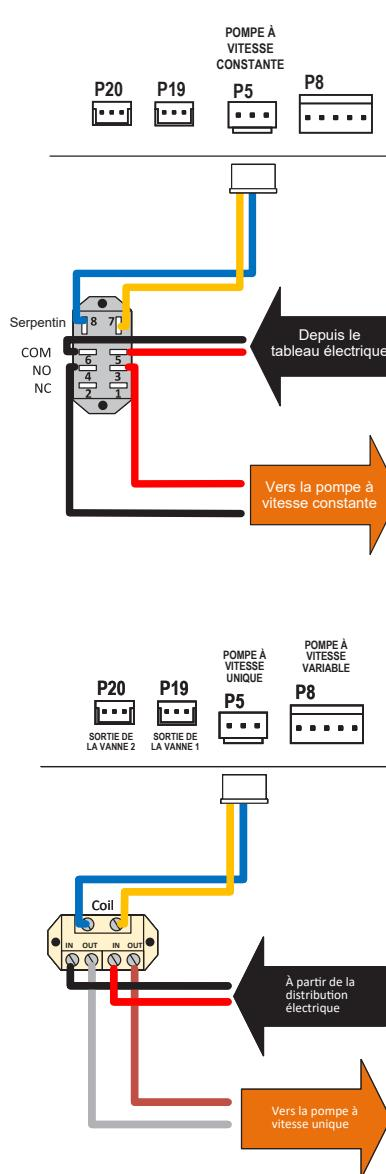

Figure 137. Câblage du relais 24 VCA
- Utiliser l'adaptateur de faisceau fourni dans la pochette d'accessoires et qui porte la mention « pompe à une vitesse » pour connecter le relais fourni par le client à la borne de la carte de contrôle repérée par « PUMP » [P5]. Connectez l'autre extrémité du faisceau aux bornes de la bobine de relais, comme indiqué sur la **Figure 137**.
- Connectez les fils provenant de la pompe et du boîtier de distribution électrique aux bornes de contact du relais, comme indiqué sur la **Figure 137**.